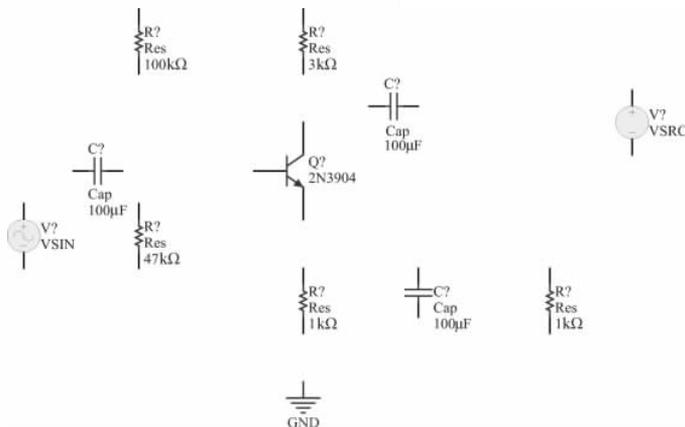

图 3-79 放置元器件和信号源
(1) 从 Miscellaneous Devices.IntLib 库中分别找到名字为 Res1 的电阻元器件、名字为 Cap 的电容元器件、名字为 2N3904 的晶体管(必须选择 Model Type 为 Simulation 的元器件),并将其按照图 3-79 所示的位置进行放置。
(2) 从 Simulation Sources. IntLib 库中找到名字为 VSRC 和 VSIN 的元器件, 并按照图 3-79 所示的位置进行放置。
(3) 单击 AD 主界面下工具栏内的  按钮, 将 GND 按照图 3-79 所示的位置进行放置。